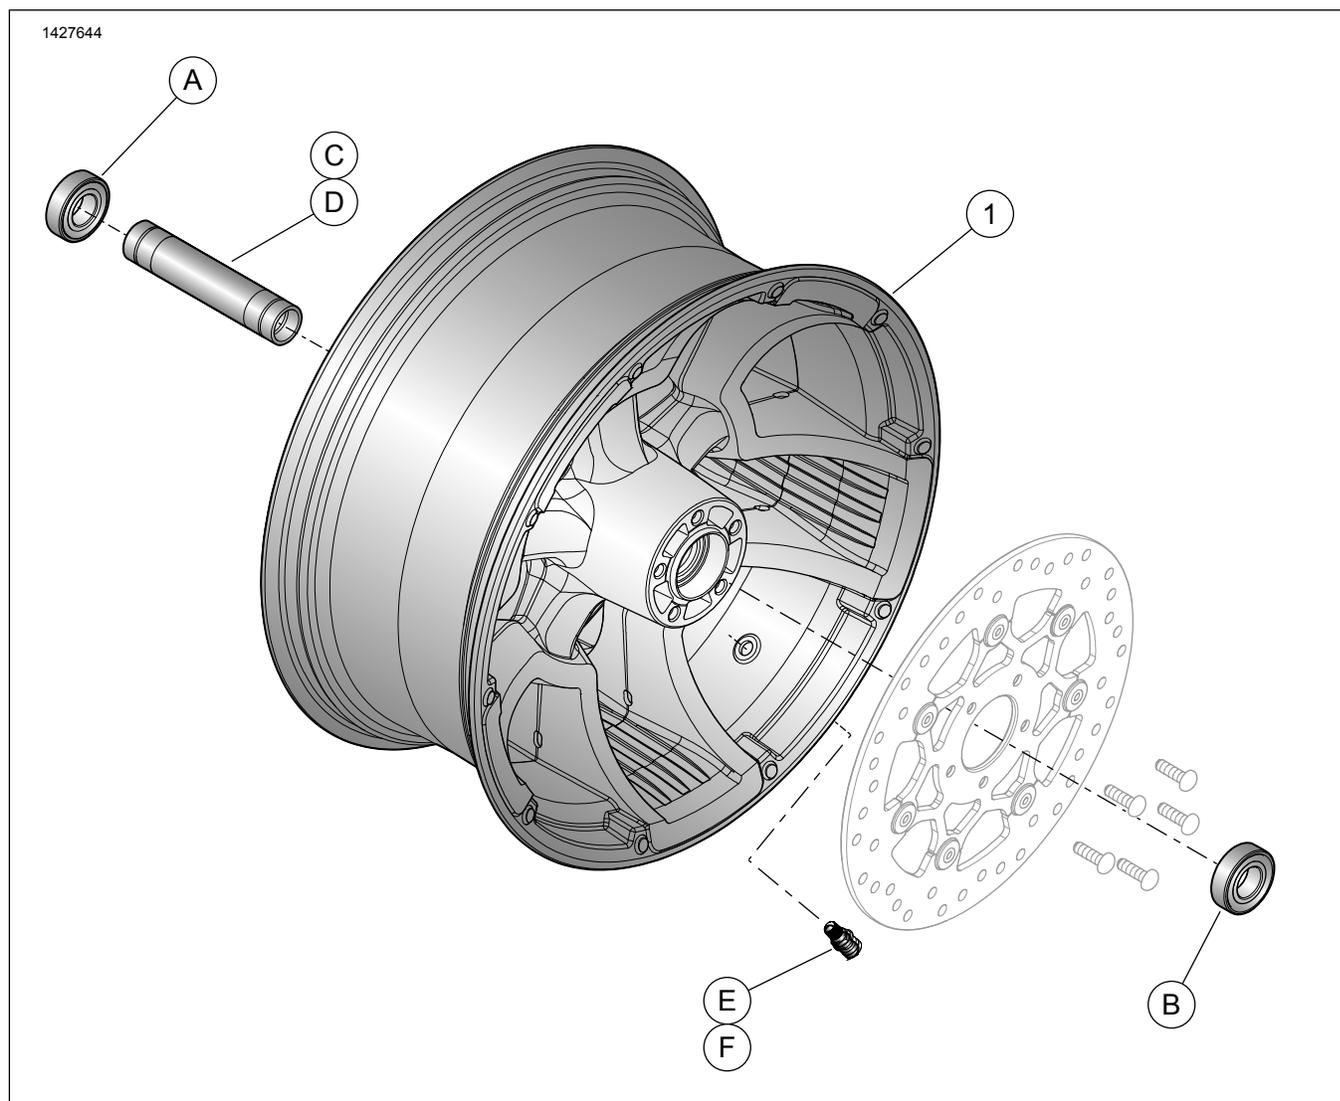

Figura 1. Piezas de servicio: Ruedas traseras (se muestra la de 16 pulg.)
Consulte Figura 1 y Tabla 3.
2. Figura 1 Instale el conjunto del vástago de la válvula en la rueda. Vea NEUMÁTICOS en el Manual de servicio.